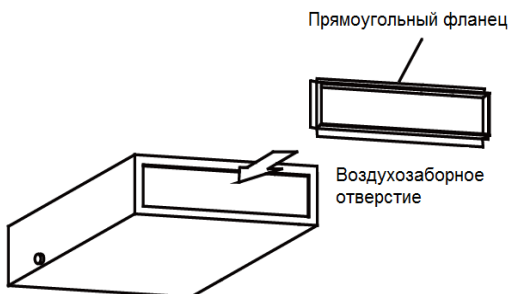

Рис. 4.34
- ①. Под максимальной допустимой длиной воздуховода подразумевается максимальная длина приточного воздуховода плюс максимальная длина заборного воздуховода.
- ②. Воздуховод имеет прямоугольное сечение и подключается к воздухозаборному или воздухораспределительному отверстию внутреннего блока.
(2). Прямоугольный фланец по умолчанию подключается сзади, а заглушка воздухозаборного отверстия – снизу (см. рис. 4.34).